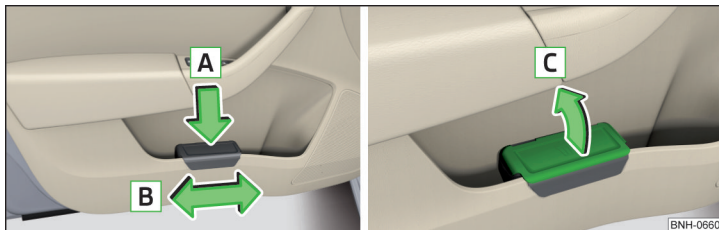

Abb. 87 Abfallbehälter: einsetzen und verschieben / öffnen
- › Den Abfallbehälter im hinteren Bereich in Pfeilrichtung **A** eindrücken » Abb. 87.
- › Den Abfallbehälter entgegen der Pfeilrichtung **A** herausnehmen » Abb. 87.
- › Den Deckel in Pfeilrichtung **C** anheben » Abb. 87.